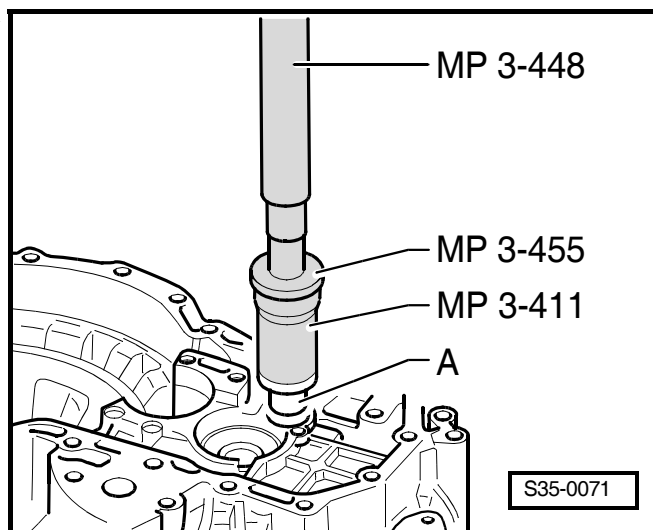

Fig. 3: Démancher la douille a aiguilles de l'appui de l'arbre de marche AR ►
- Démancher ⇒ Fig. 3 au **35-3** page 2